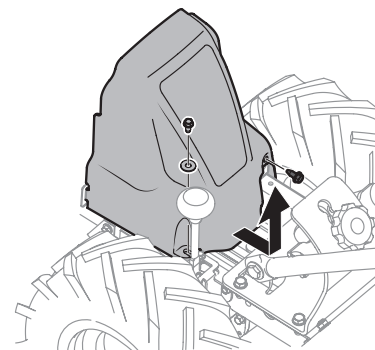

Figura 23
3. Retire el tornillo de arandela hexagonal (1/4-20 x .500) y la arandela plana (.28 x .74 x .063) del lado izquierdo de la cubierta de la correa y el tornillo de arandela hexagonal (1/4-20 x .500) del lado derecho de la cubierta de la correa. Extraiga la cubierta de la correa. Consulte la Figura 23.